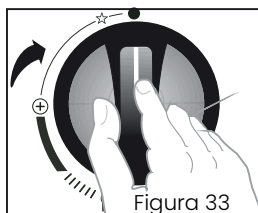

Figura 33
- Que la perilla esté en la posición de APAGADO (Ver figura 33).